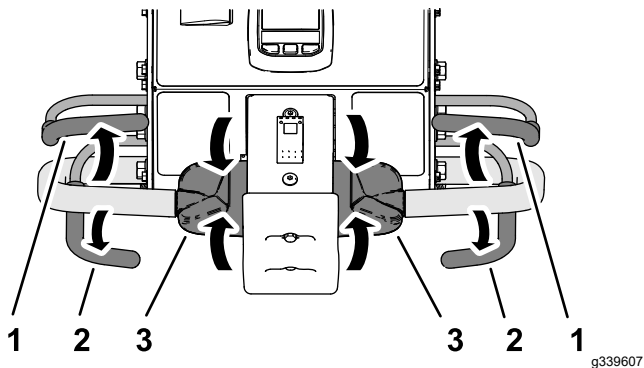

Figura 86
1. Dacă efectuai aerarea, eliberai maneta de aerare (Figura 86) pentru ridicarea capului de carotaj; consultai Ridicarea capului de carotaj \(Pagină 47\).